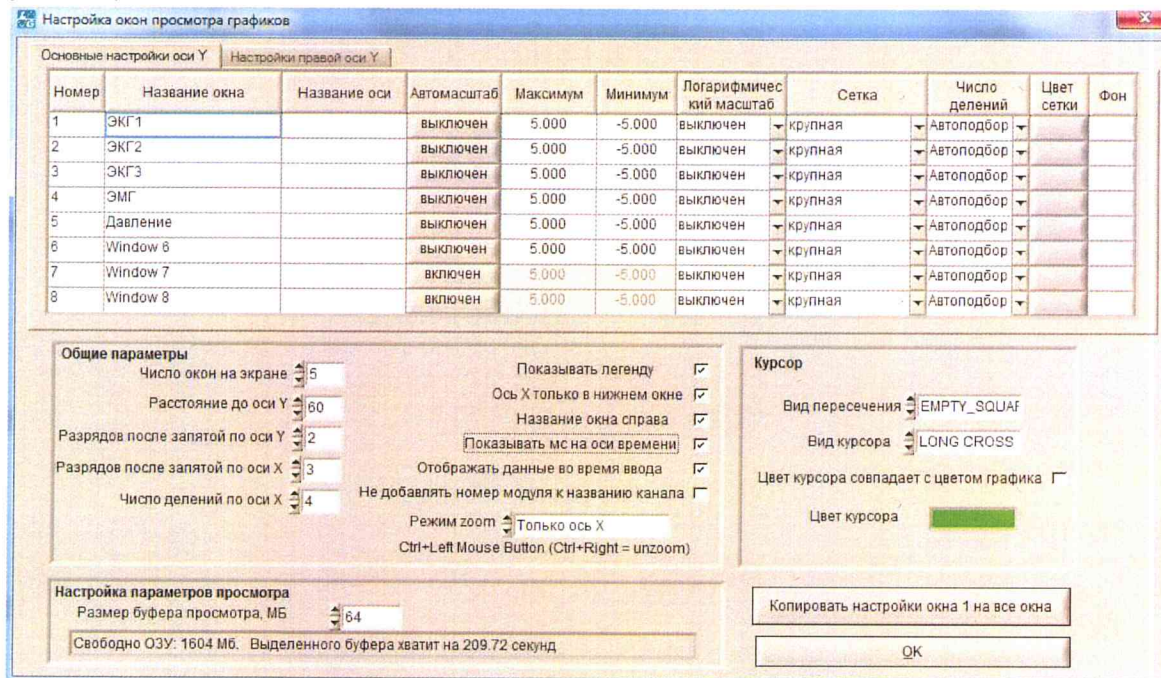

Рисунок 54. Настройка окон просмотра графиков
- Для удобства можно переименовать окна согласно тому, какие показания с датчиков будут на них выводиться. Для этого выберите нужное окно и два раза щелкните по его названию (рисунок 54);